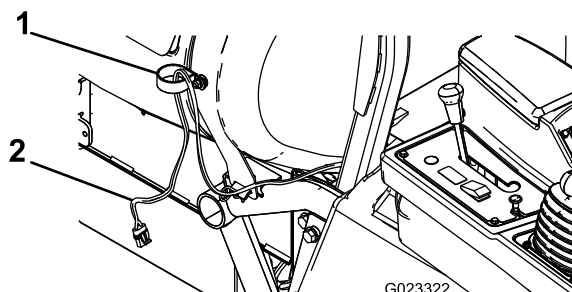

図 3
5. ワイヤハーネスのホースリール端部を、図 3 に示すように R クランプに通す。